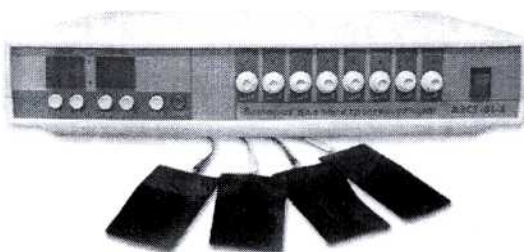

Рис. 1. Аппарат АЭСТ-01 (вариант восьмиканальный)
1.1. Аппарат для миостимуляции (рис. 1) АЭСТ-01 (вариант восьмиканальный) (в дальнейшем-аппарат) предназначен для выполнения миостимуляции электрическими импульсами.